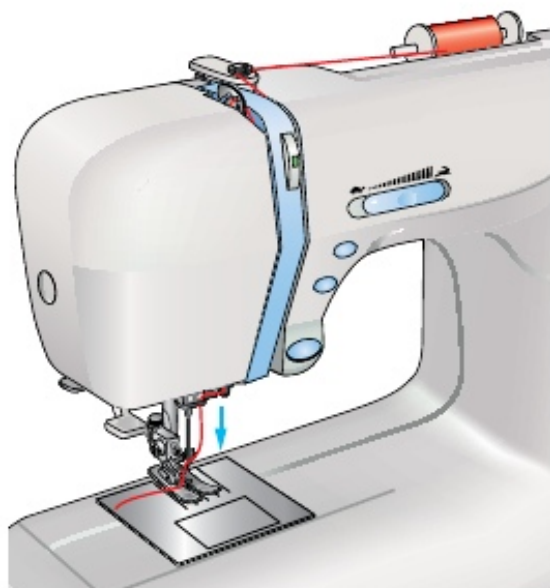

Рис. 90. Заправка верхней нитки
1. Завести нитку с катушки в устройство натяжения, прорези для нитки, нитепритягиватель (рис. 90).